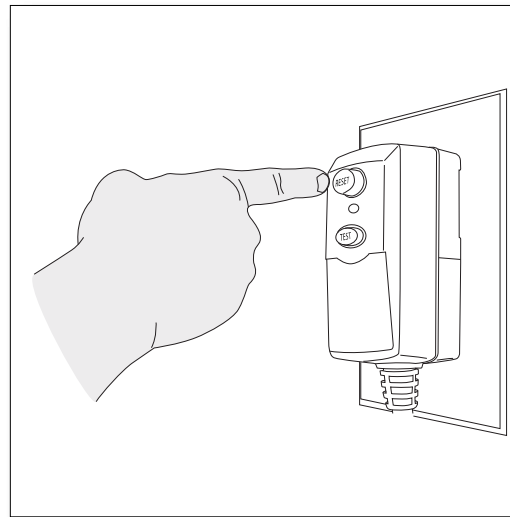

Fig. 19
- Desenrolle el cable de alimentación por completo y conecte el GFCI en una salida de 120 voltios a tierra. Pulse el botón ‘reset’ en el GFCI **(Fig. 19)**. La ventana de indicador debe mostrar un color rojo. Esto debe hacerse cada vez que la unidad esté enchufada.